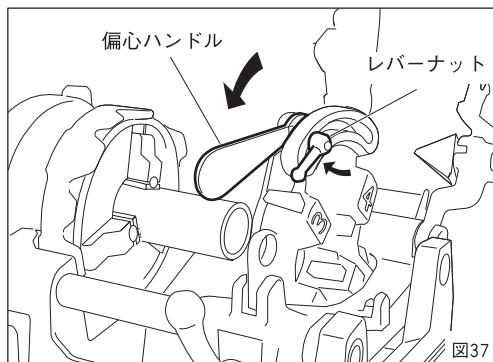
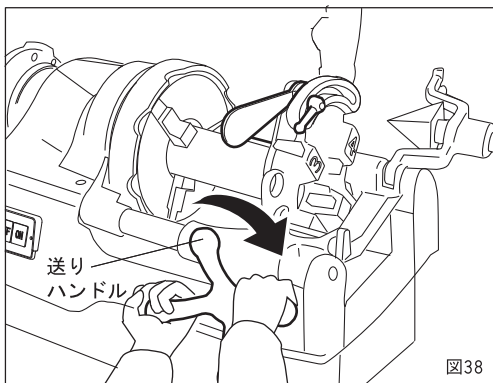

図37
図38
- ① ねじ切りのサイズ寸法を合わせるには偏心台の目盛りを、ダイヘッドのサイズ目盛りのねじ切り寸法に合わせて、レバーナットを締めて固定してください。(図37)
- ② スイッチを入れますとオイルはダイヘッドから自動的に注油されます。
- ③ 送りハンドルを右回り方向に動かしてパイプにチェーザを押し付け食い付かせてください。ねじ山が3~4山切れればあとは自動的にねじが切れます。このマシンに使用されているシリースモータは、回転数が周波数に左右されず、負荷によって自動的に変化します。(図38)
- ④ ねじが規定の寸法まで切れましたら偏心ハンドルを徐々に矢印の方向に持ち上げてチェーザを開きねじを切り上げます。